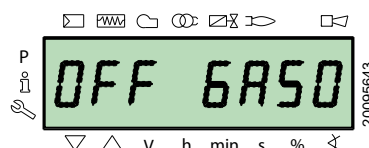

Fig. 37
- fioul domestique «**OFF GASO**» (Fig. 37)